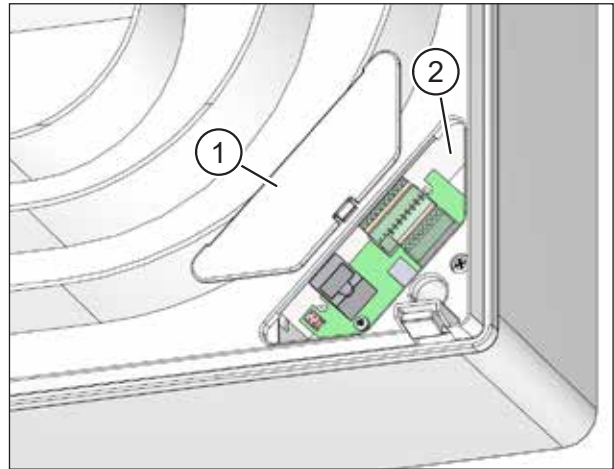

Abb. 31: Netzwerkdeckel abnehmen
- ▶ Setzen Sie den Netzwerkdeckel (Pos. 1 in Abb. 31) auf die Öffnung (Pos. 2 in Abb. 31) und rasten Sie ihn ein.